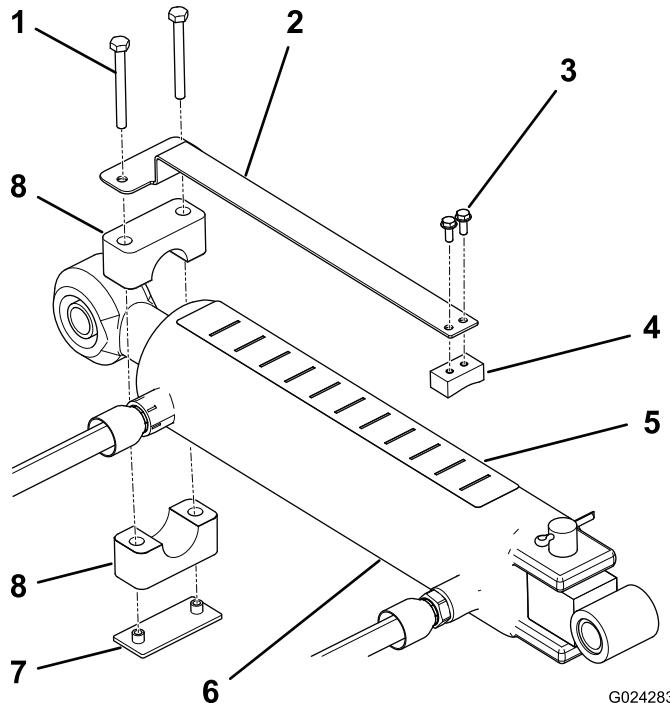

Figura 1
3. Montate l'indicatore di profondità sul lato piatto del blocco scorrevole con due viti macchina n° 10 x 1/2 poll. posizionando i componenti come mostrato in Figura 1.
4. Utilizzate serratubo, piastra a saldare e due viti 1/4 x 2-1/2 poll. per montare l'indicatore di profondità sull'estremità dell'asta del cilindro di collegamento superiore (Figura 1). Verificate che i morsetti siano sufficientemente allentati da potere essere ruotati nella posizione desiderata.
6. Affiggete l'adesivo della profondità nella parte superiore del cilindro, in posizione visibile all'operatore e in modo da non interferire con fusibili idraulici e altre ostruzioni (Figura 1). L'estremità dell'adesivo con la lettera "J" deve essere rivolta verso l'arieggiatore.